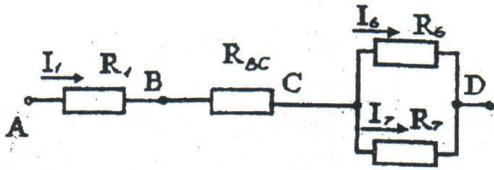

Рисунок 8 - Электрическая схема
Теперь схема цепи примет вид, приведенный на рис. 8.
10. На рис. 8 видно, что на участке ВС верхняя ветвь представляет собой последовательное соединение резисторов R_2 и R_{34} поэтому $I_{2-4} = I_2 = I_{34} = 2$ (см. первое свойство данного вида соединения).